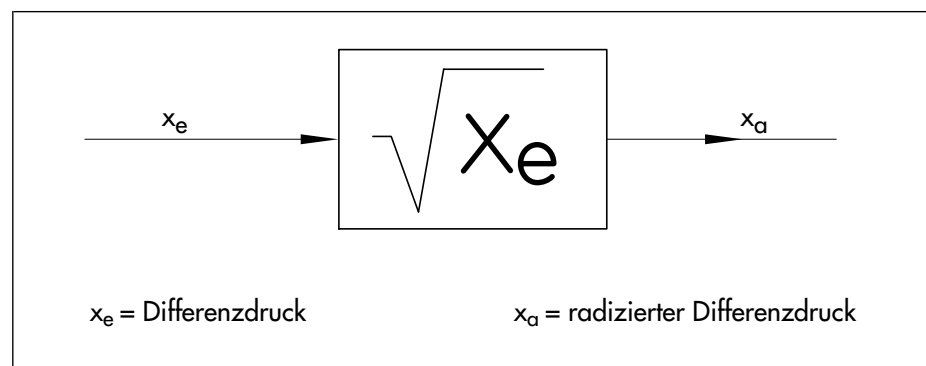

Bild 3: Radizierung eines Differenzdrucksignals
- Beispiel: Radizierung einer Größe (Bild 3)